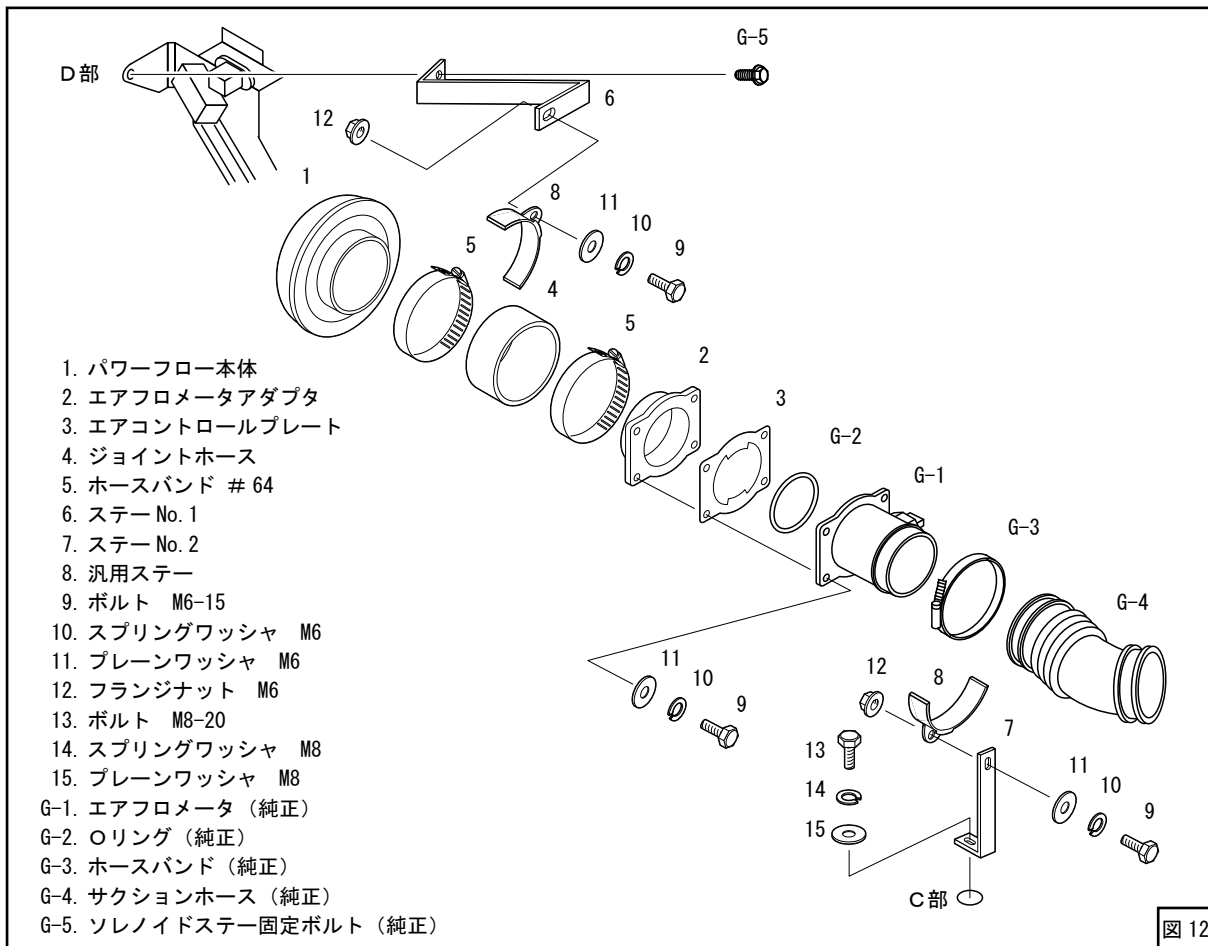
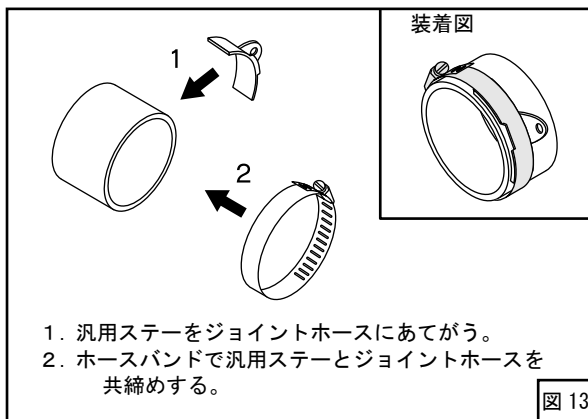

図 12
図 13
- (1) ステア No.1 をD部に、ステア No.2 をC部に、それぞれ仮付けしてください。(図12)
- (2) キットパーツを仮付けしてください。(図12、図13)